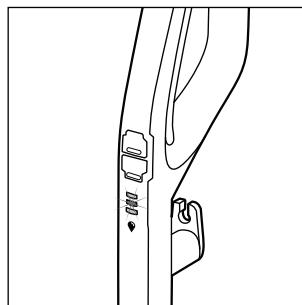

Rys. 13
- ◆ Aby włączyć urządzenie, naciśnij przełącznik twarda podłoga  ⑯ (patrz rys. 13). Dioda LED przełącznika twarda podłoga  ⑯ zaświeci się na niebiesko.
- ◆ W celu wyłączenia urządzenia naciśnij ponownie przełącznik twarda podłoga  ⑯ (patrz rys. 13).